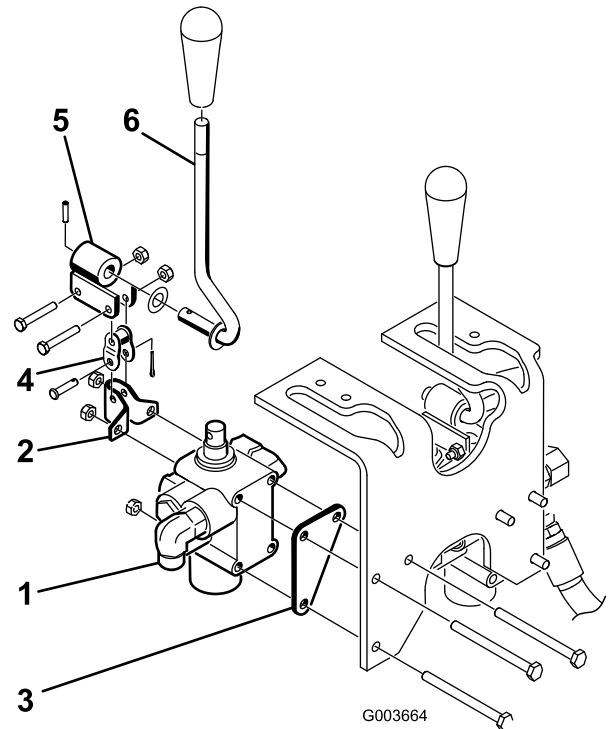

図 5
3. ボルト2本 (#10 x 1-1/4 in) とロックナット2個を使って、ピボット・レバー・アセンブリを、バルブ・スプールとオフセット・リンクに仮止めする (図 5)。この時点ではまだ本締めを行わないこと。
2. ボルト3本 ((1/4 x 3 in) とロックナット3個 (図 5) を使って、バルブ・アセンブリ、ピボット・ブラケットおよびバルブ・プレートをフレームに取り付ける。取り付ける時に、バルブ・プレートがフレーム部材の前に